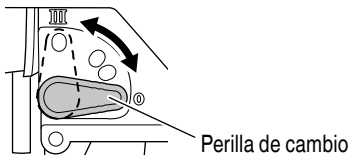

Fig. 10
- (1) Esta sierra de calar emplea el funcionamiento orbital que mueve la cuchilla hacia adelante y hacia atrás así como también hacia arriba y hacia abajo. Poner la perilla de cambio, mostrada en la Fig. 10, en "0" para minimizar el funcionamiento orbital (la cuchilla se mueve hacia arriba y hacia abajo). El funcionamiento orbital puede seleccionarse en 4 pasos, desde "0" a "III".